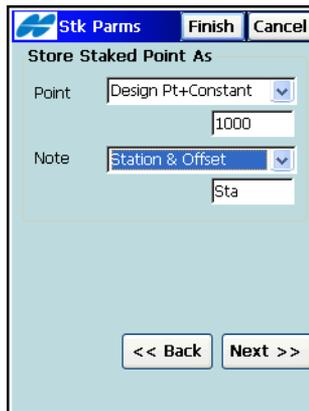

Abbildung 4-25. Abgesteckte Punkte speichern
15. Im nächsten *Absteck*bildschirm können Sie die Regel zum Erzeugen von Punktnamen und Notizen für Absteckpunkte festlegen (Abbildung 4-25 auf Seite 4-20).
- Folgende Benennungsregeln stehen für Notizen in Absteckpunkten zur Verfügung: Wenn die Option „Station & Offset“ gewählt ist, wird ein Eingabefeld für ein alphanumerisches Präfix angezeigt (Abbildung 4-25). In den USA lautet das Präfix „Sta“, in Korea und Japan „No“ und in allen anderen Ländern „Cha“. Wenn die Option aktiviert ist, erzeugt TopSURV abhängig vom gewählten Präfix automatisch eine Notiz für jeden Absteckpunkt: entweder Sta5+5.5R5.0, No.5+5.5R5.0 oder Cha505.5R5.0.